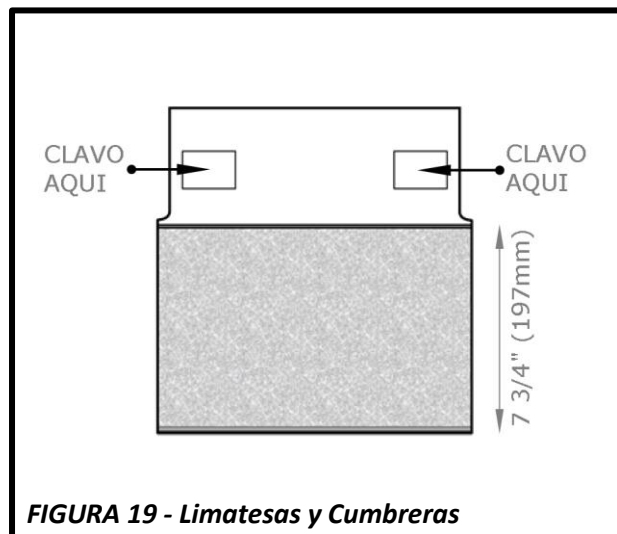

FIGURA 19 - Limatesas y Cumbreras
- Fíjelas usando dos sujetadores de **1 3/4" (44mm)**. Clavos deben penetrar la plataforma de techo por lo menos **3/4" (19mm)** o **1/8" (3,2 mm)** a través de la plataforma de techo. Instálelas a **1" (25 mm)** de la orilla de la teja en zona indicada como mostrado en la **Figura 19**.